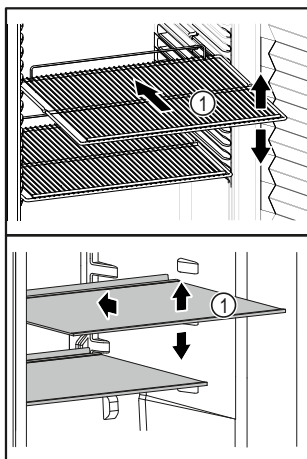

Fig. 66 Beispielhafte Darstellung
- ☐ Wenn Ablageflächen Fig. 66 (1) versetzbar sind, Ablageflächen je nach Höhe anpassen.